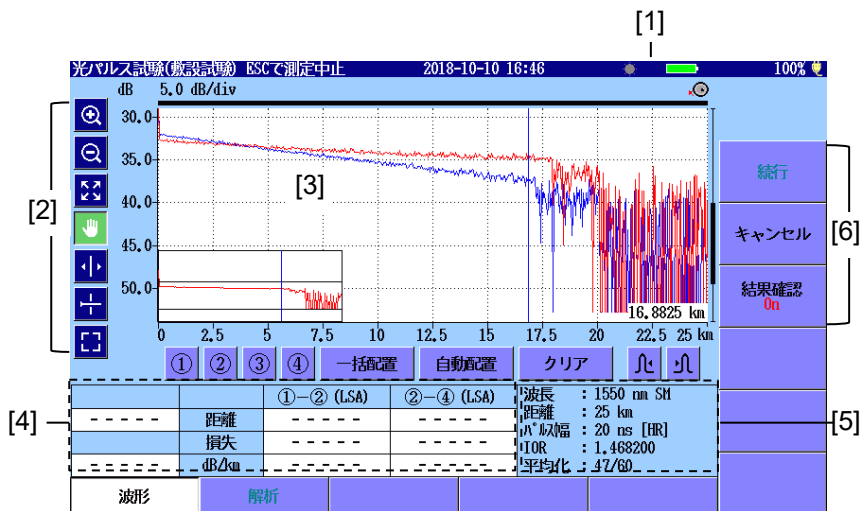

図 6.5-2 試験実行中の画面
「図 6.5-2 試験実行中の画面」で結果確認を [On] に設定すると、各ファイバの試験終了後に、光パルス試験（敷設試験）の試験結果が表示されます。
- ・ 接続チェックが [Off] の場合、「図 6.5-2 試験実行中の画面」が表示されます。